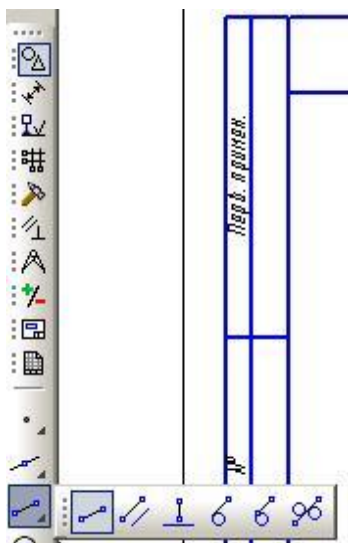

Рисунок 1 – Инструментальной панели «Геометрия»
- «Отрезок» и кнопок, находящихся на панели расширенных команд этой кнопки: «Параллельный отрезок», «Перпендикулярный отрезок», «Отрезок, касательный к 2-м кривым» - см. рисунок 1.